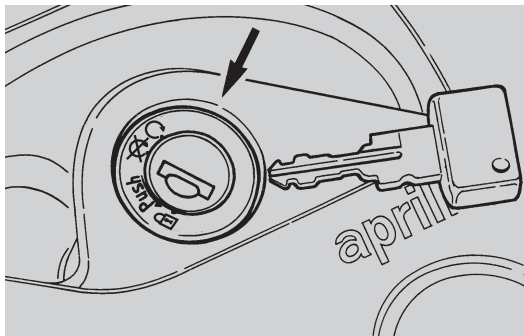

Abb. 26
- Zündschalter auf "☒" stellen (Abb.26);